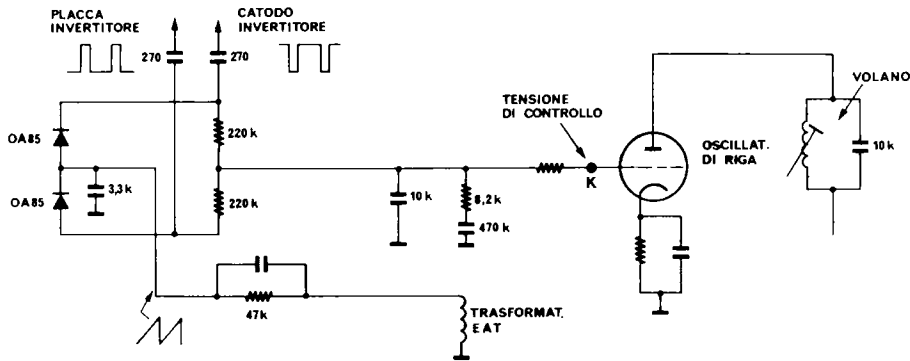

Fig. 6.7.5b - Circuito oscillatore di raa controllato a diodi.
1) Oscillatore a multivibratore con caff a diodi. (Fig. 6.7.5b)